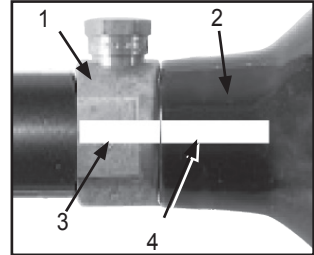

Figure 4: Bouteille et valve marquées
Voir Figure 4. Des incidents causés par des joueurs qui ont par mégarde dévissé le cylindre (2) de la soupape (1) ont été rapportés. Cela se produit, quand le joueur pense qu'il dévisse l'ensemble soupape-cylindre de l'adaptateur d'air/CO2 du marqueur, alors qu'il dévisse en réalité le cylindre de la soupape.
Pour éviter ce risque, il est recommandé (si votre cylindre n'est pas encore marqué) d'utiliser de la peinture ou du vernis à ongles, pour tracer une marque (3) sur la soupape du cylindre et une autre marque (4) sur le cylindre, comme montré sur le Figure 4.